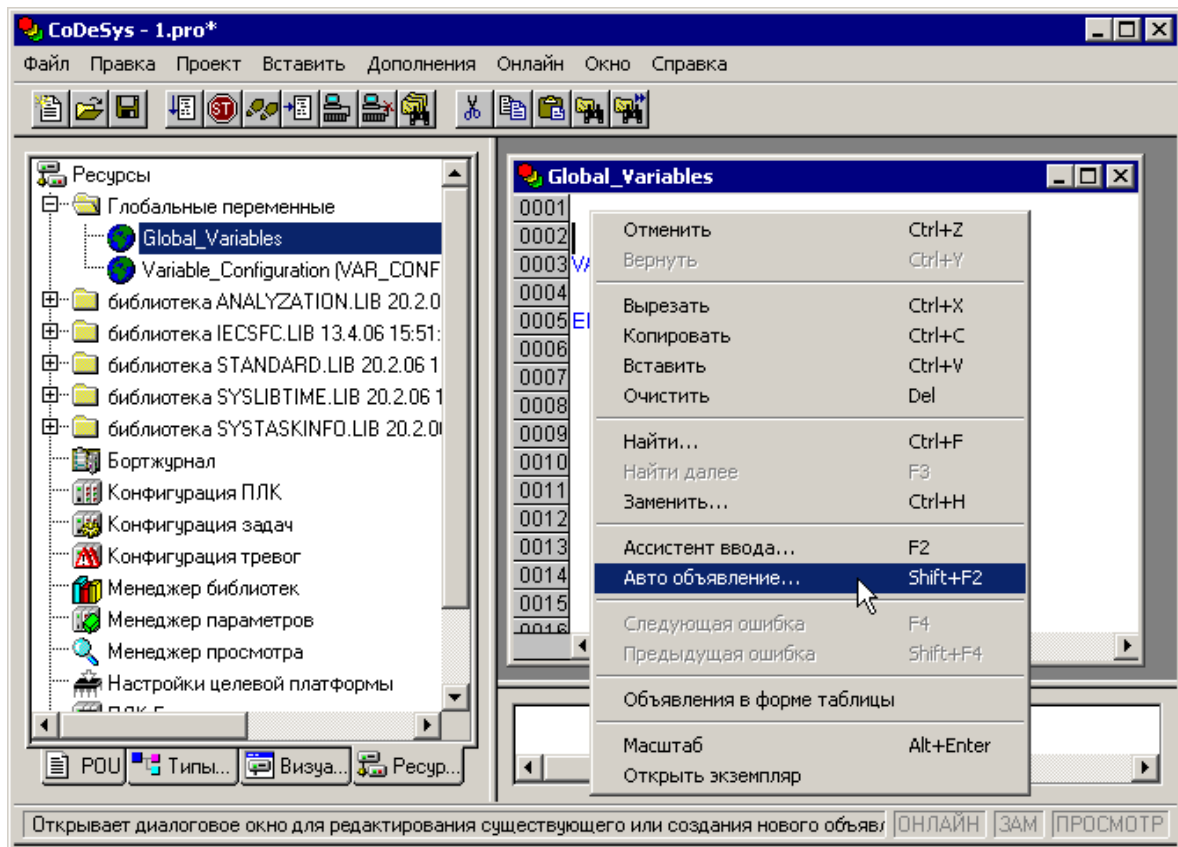

Рисунок 7.3 – Глобальные переменные. Вызов окна «Объявление переменной»
1) Войти в режим «Глобальные переменные (Global Variables)», в открывшемся окне режима (редакторе) – выбрать команду «Автообъявление» контекстного меню (см. рисунок 7.3).